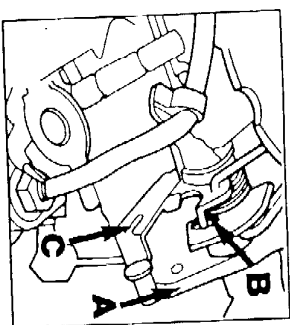

Рис. 3 Рычажный механизм воздушной заслонки
- б) Полностью вытяните орган управления воздушной заслонкой так, чтобы рычаг воздушной заслонки (А, Рис. 3) касался упора.